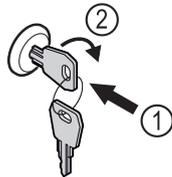

Fig. 131
- ▶ Introducir la llave Fig. 131 (1).
- ▶ Girar la llave 90° en sentido horario Fig. 131 (2).